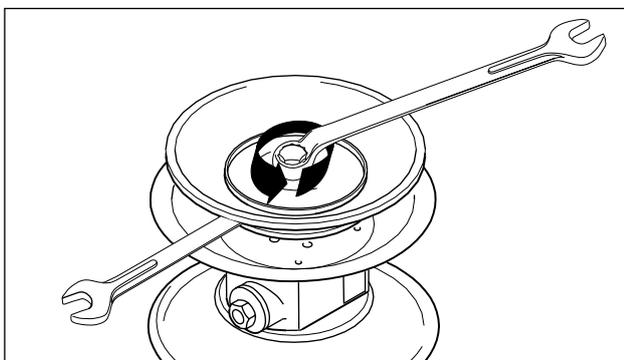
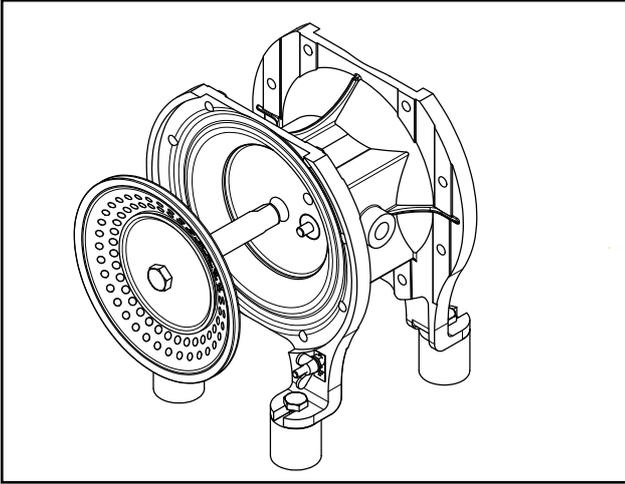

Fig. 10: Soltar el pistón. (No se aplica en el diafragma noppedE4®.)
Fig. 21: Extracción del diafragma con la varilla
- Soltar el disco exterior de la membrana y quitarlo junto con la membrana (Fig. 10). En
- Soltar el disco exterior del diafragma y quitarlo junto con el diafragma (fig. 10 y fig. 21).
- Aflojar Soltar los diafragmas, ver fig. 10 y 21
ver también 5.3.2.3. A diferencia de la fig. 21, soltar primero los discos del diafragma. Retirar la varilla del pistón por separado del bloque central.